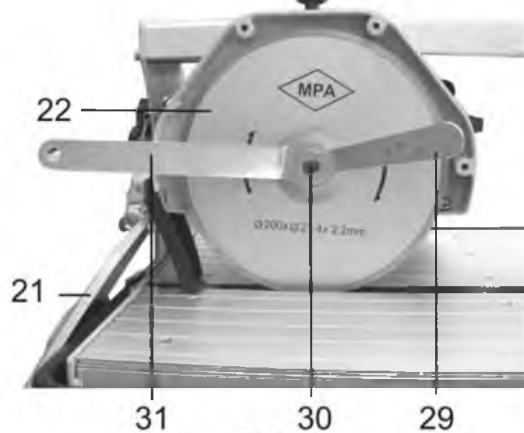

Рис. 8
11.3.3. Во время резки отрезной диск (22) должен быть постоянно влажным. Если вода не поступает, проверьте насос и уровень воды в поддоне (2).
12. ЗАМЕНА ОТРЕЗНОГО ДИСКА (Рис.8)